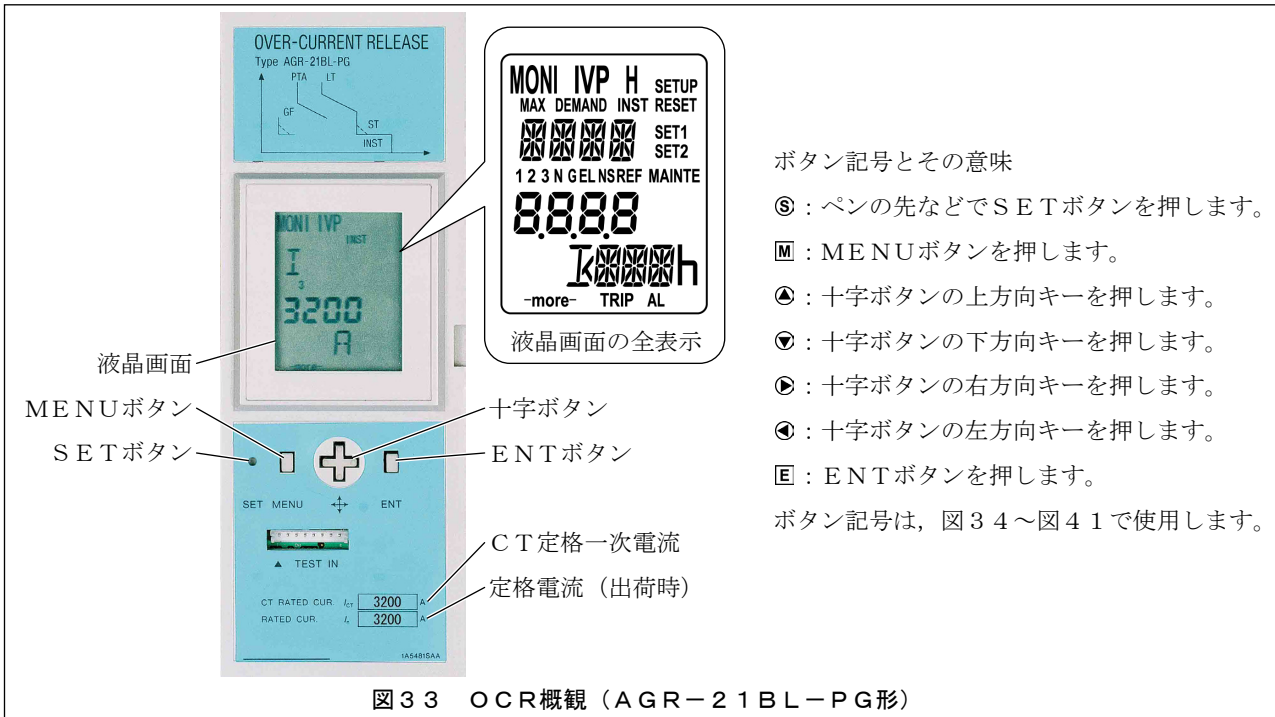

図33 OCR概観 (AGR-21BL-PG形)
- 3) 計測値の表示と特性の設定は、SETボタン、MENUボタン、十字ボタン、ENTボタンの4つのボタンで行います。図33にOCRの概観を示します。